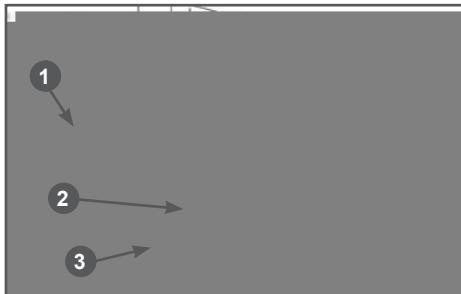

Рис. 14 Замена моторного масла
(1) Техническое обслуживание должно осуществляться более часто, при работе в пыльных условиях.
(2) Эти работы должны выполняться только в авторизованном сервисном центре.
5. Осторожно открутите крышку-щуп 1 из маслозаливной горловины, протрите её насухо и отложите в сторону (Рис. 14).
6. Открутите пробку для слива масла и спейте отработанное масло в подготовленную для этого емкость (Рис. 14).